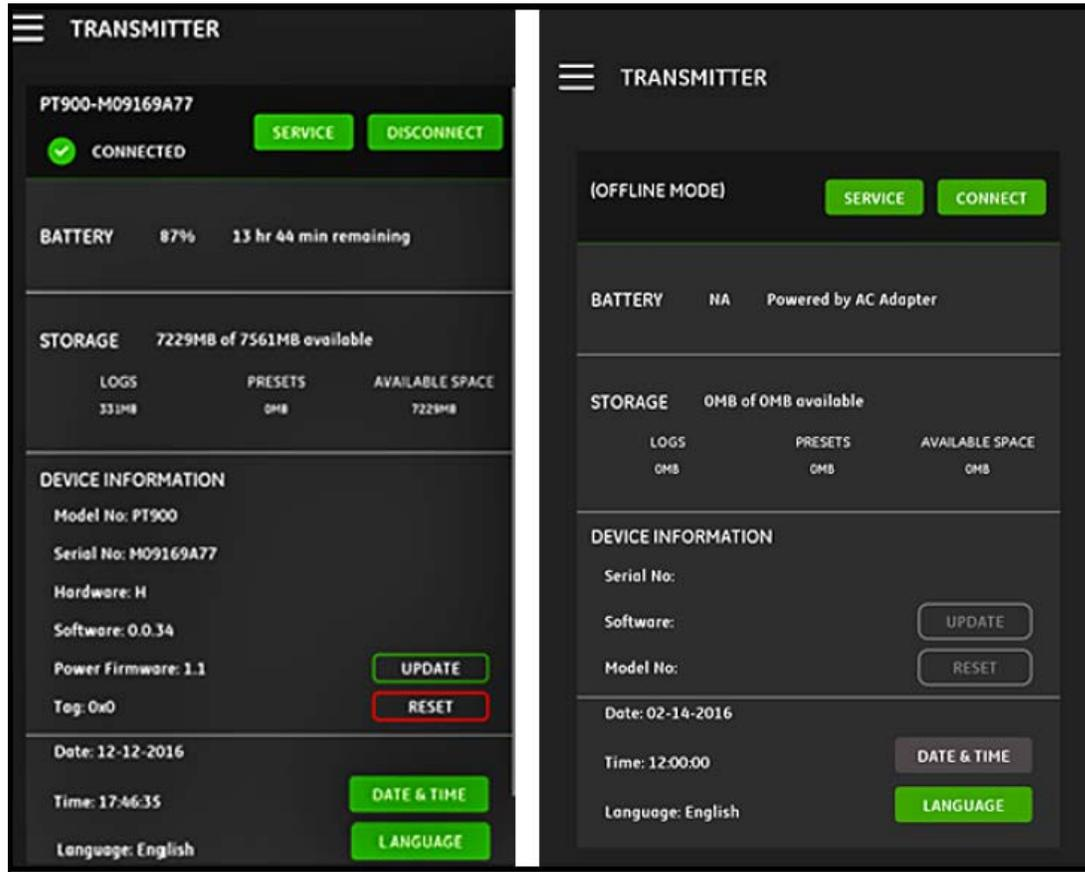

图 103: 已连接 (左) 和脱机 (右) 菜单
重要事项： 在创建新日志前，请务必单击传送仪菜单中的日期和时间按钮将传送仪和平板电脑的时间设置同步（请参见第 110 页上的图 103）。
1. 务必在传送仪 > 日期和时间菜单中设置传送仪时间，使传送仪和平板电脑的时间设置同步（请参见 第 110 页上的 图 103）。
如果 PT900 传送仪通过蓝牙与平板电脑 APP 连接, 传送仪菜单会显示有关 PT900 传送仪、电池和内存使用情况的设备信息。但是, 如果连接为脱机状态, 这类信息不可用。请参见下面 图 103 的两种可能性示例。
7. 转至传送仪菜单（请参见第 110 页上的图 103），验证设备信息的正确性。